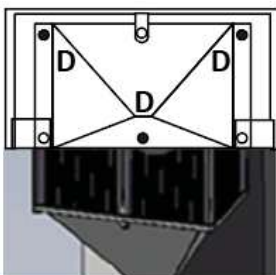

FIGURE 5.
- Dévisser les 3 vis D (Figure 5) restantes de dessous avec un tournevis TORX T25, (si option carter SUN-SHIELD) sinon dévisser les 6 vis.
- Enlever le carter anti-vandalisme (Figure 5).
- Remove the vandal-proof cover (Figure 5).
- Die 3 verbleibenden Schrauben D (Figure 5) an der Unterseite mit einem TORX-Schraubendreher T25 lösen (Option SUN SHIELD) ansonsten die 6 Schrauben herausdrehen.
- Die Schutzabdeckung entfernen (Figure 5).